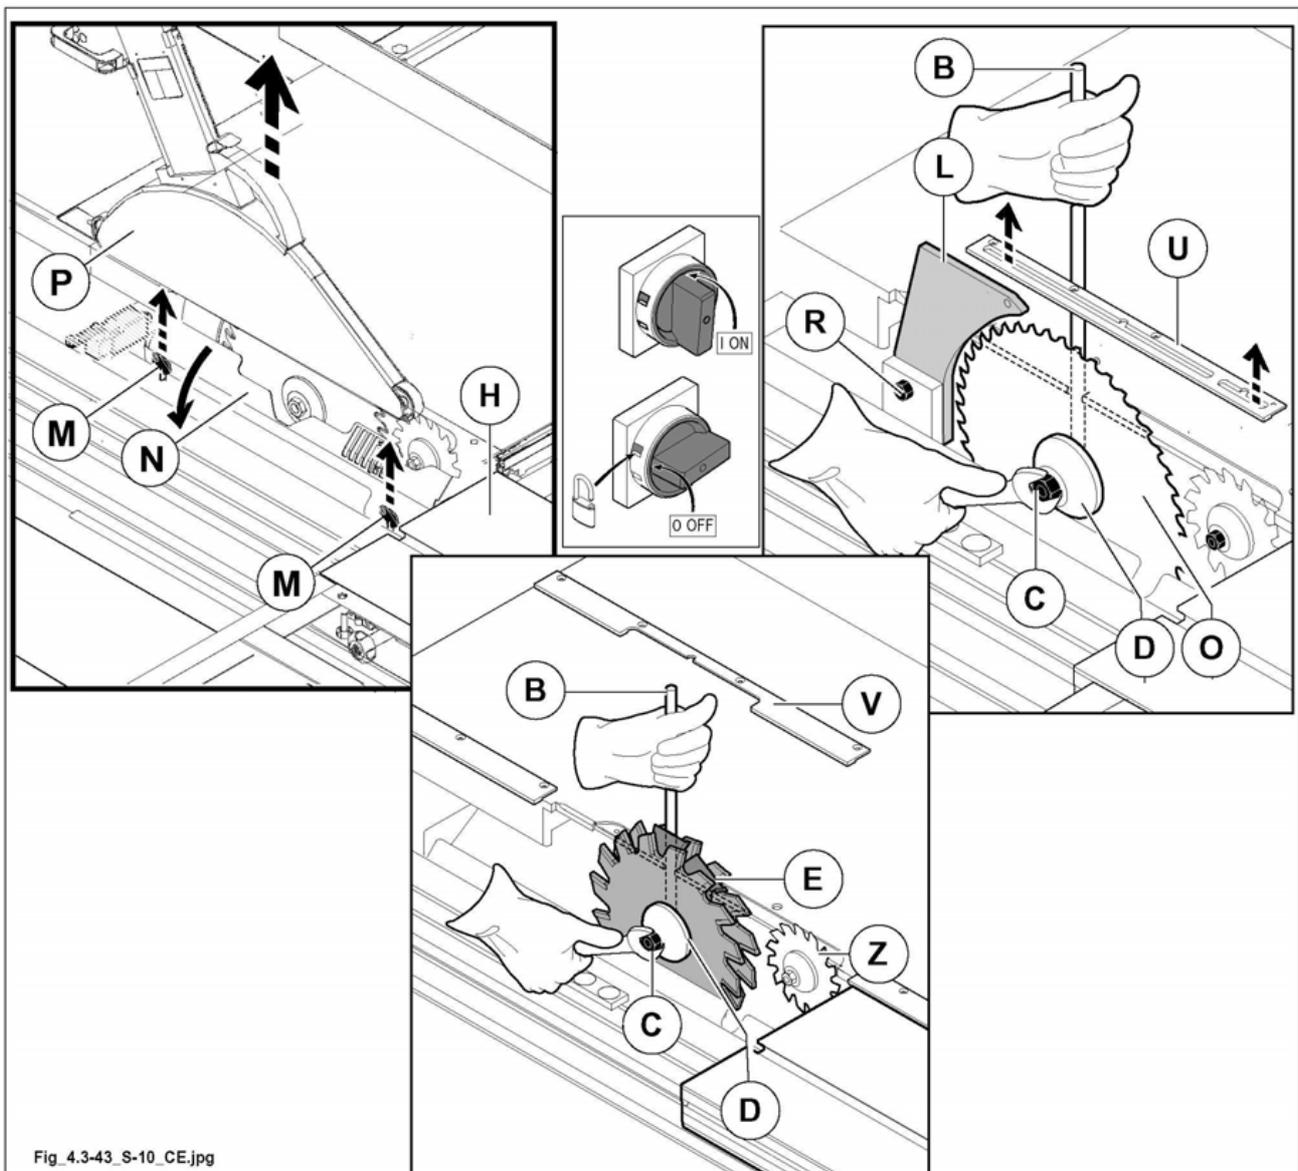

Abb. 4.3-43
- Schutzvorrichtung (P Abb. 4.3.43) völlig heben.
- den Wagen (H ABB. 4.3-43) ganz nach rechts verschieben.
- die Mutter lockern (R ABB. 4.3-43); das Trennmesser abmontieren (L ABB. 4.3-43) und die Mutter erneut arretieren.
- den Hebel heben (M ABB. 4.3-43) und den Schutz öffnen (N ABB. 4.3-43).
- den Stift (B ABB. 4.3-43) in das Loch der Riemenscheibe der Sägeblattwelle einsetzen.
das Anlassen des Sägemotors wird durch einen Endschalter verhindert wenn Schutzdeckel (N Abb. 4.3-43) offen ist.
die Feststellmutter (C Abb. 4.3-43) des Sägeblattes hat ein linksgängiges Gewinde und ist zum Herausschrauben nach rechts zu drehen.
- Die Arretiermutter (C ABB. 4.3-43) mit einem 46 mm Sechskantschlüssel lockern und den Flansch entfernen (D ABB. 4.3-43).
- Entfernen Sie die Lochabdeckung (D Abb. 4.3-43).
- Entfernen Sie das Sägeblatt (D Abb. 4.3-43).
- Montieren Sie eins nach dem anderen den Fräser (E ABB. 4.3-43), den Flansch (D ABB. 4.3-43) und die Mutter (C ABB. 4.3-43) ein (um ein etwaiges Vibrieren zu vermeiden reinigen Sie außerdem den Fräser DADO SET und den Flansch (D ABB. 4.3-43)).
- Die Mutter mit dem 46 mm Schlüssel anziehen indem Sie den Stift verwenden (B ABB. 4.3-43).
- Den Einritzer völlig senken (Z ABB. 4.3-43) wie im Kapitel 6 beschrieben.
aus Sicherheitsgründen Schutzdeckel (N Abb. 4.3-43) schliessen, andernfalls: